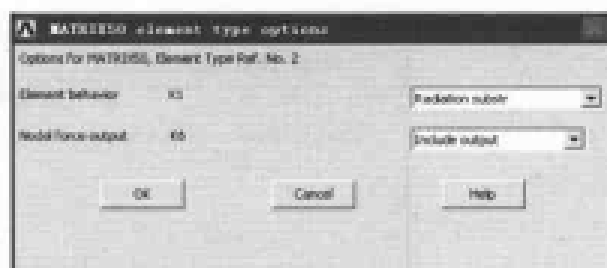

图 11-25 MATRIX50 单元属性设置对话框
(1) 选择 Main Menu | Preprocessor | Element Type | Add/Edit/Delete 命令, 出现 Element Type 对话框, 单击 Add 按钮, 出现 Library of Element Types 对话框, 在 Library of Element Types 的两个列表框中分别选择 Superelement、Superelement 50 选项, 在 Element type reference number 文本框中输入 2, 单击 OK 按钮关闭该对话框。
(2) 在 Element Type 对话框中选择 Type 2 MATRIX50 选项, 单击 Options 按钮, 出现 MATRIX50 element type options 对话框, 在 Element behavior K1 下拉列表框中选择 Radiation substr 选项, 在 Nodal force output K6 下拉列表框中选择 Include output 选项, 如图 11-25 所示, 单击 OK 按钮关闭该对话框。